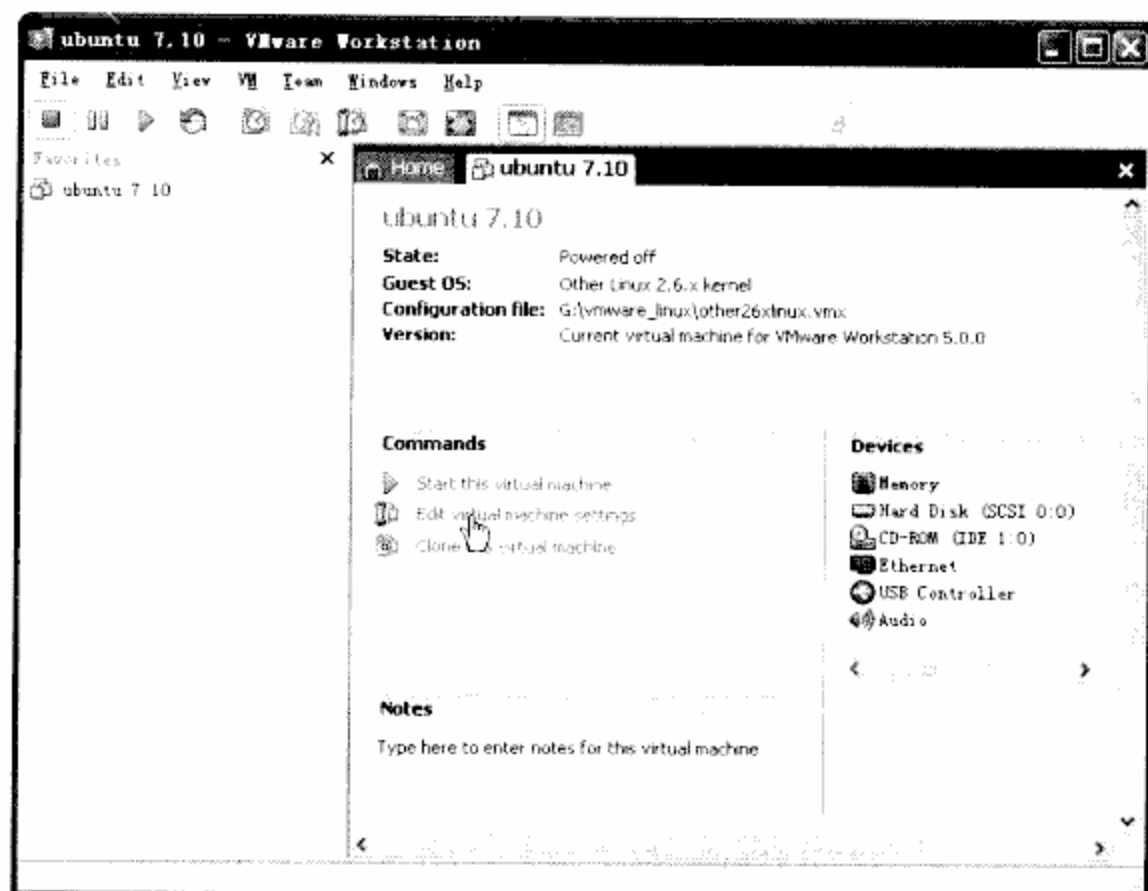
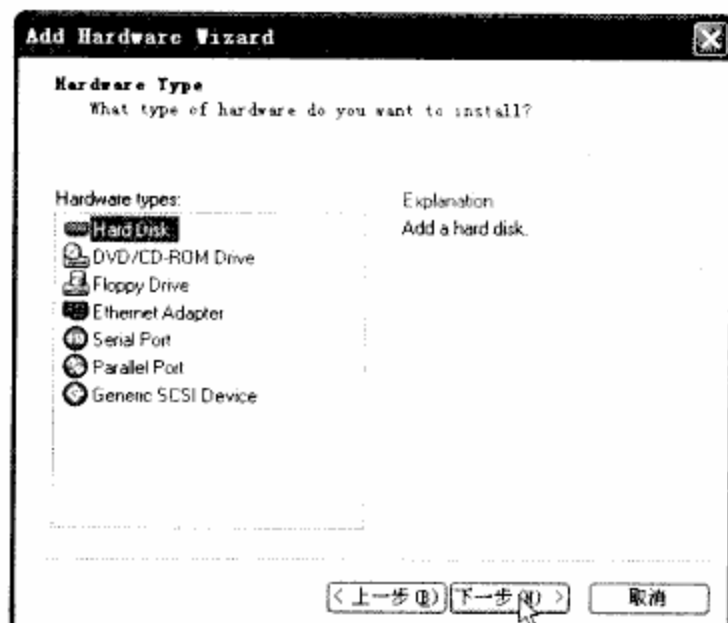

图 2.14 修改虚拟机的设置
图 2.16 选择增加硬盘
⑩ 单击“完成”按钮后，就创建了一个虚拟机，得到如图 2.14 所示的界面。
还要创建两个硬盘，单击图 2.14 中的“Edit virtual machine settings”进行设置。参照图 2.14~图 2.16 及步骤⑨连续增加两个虚拟硬盘，一个容量为 15GB，命名为 work.vmdk（用来作为工作硬盘）；另一个容量为 1GB，命名为 swap.vmdk（在上面创建交换分区）。